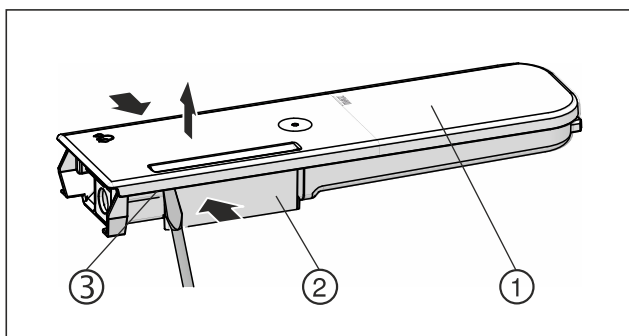

Fig. 135
- Ścisnąć zbiornik wody Fig. 135 (2), a pokrywę Fig. 135 (1) podnieść ostrożnie nad uchwyty zatrzaśkowe Fig. 135 (3) i pociągnąć w górę.
- Pokrywę przestawić delikatnie w przód i w tył Fig. 135 (1) i pociągnąć w górę.